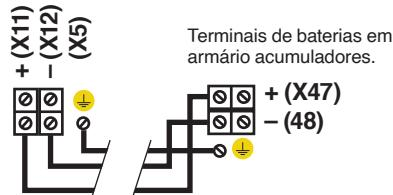

Fig. 22. Ligação do sistema ao armário de baterias.
- Ligue a tubagem de cabos normalmente fornecida entre os terminais (X11) - (X12) do sistema e (X47) - (X48) do armário ou bancada de baterias, respeitando a cor dos cabos (vermelho para +), negro para - e verde-amarelo para o terra de ligação (), bem como a polaridade indicada na rotulagem do equipamento (ver Fig. 22).